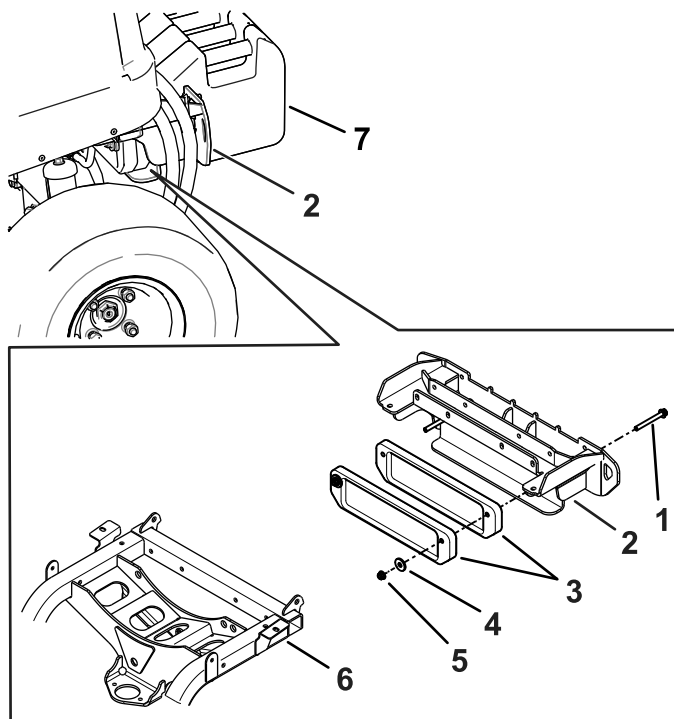

Figure 30
1. Fixez 2 masses (6 kg) entre le cadre et le pare-chocs arrière à l'aide de 2 boulons ($\frac{3}{8}$ " x $3\frac{1}{2}$ "), 2 rondelles ($\frac{3}{8}$ ") et 2 contre-écrous ($\frac{3}{8}$ "). Voir Figure 30.